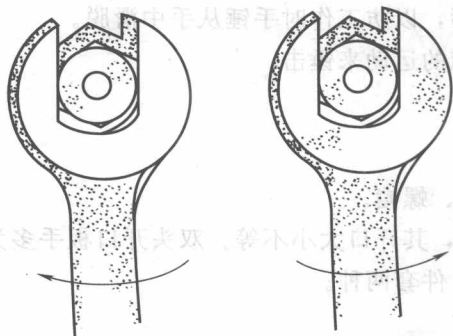

图 1-15 开口扳手拉动方法
③ 使用任何扳手时,要想得到最大的扭力,拉力的方向一定要和扳手成直角。
④ 在使用扳手时,最好的效果是拉动。倘若必须推动时,也只能用手掌来推,并且手指要伸开,以防螺帽或螺栓突然松动碰伤手指,如图 1-15 所示。
⑤ 任何扳手使用都应以拉力为主,必须推动时,也只能用手掌推,以防滑脱伤人和损坏工具。